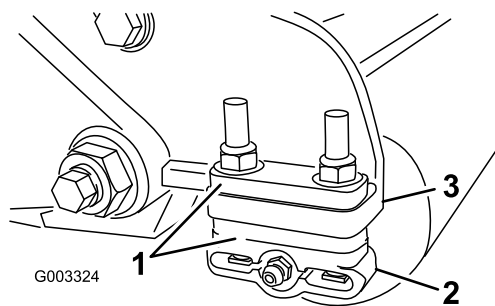

图11
1. 根据剪草高度图，将所需数量的垫片放在侧板安装法兰(图11)下，将后滚筒支架(图11)调节到所需的剪草高度范围。